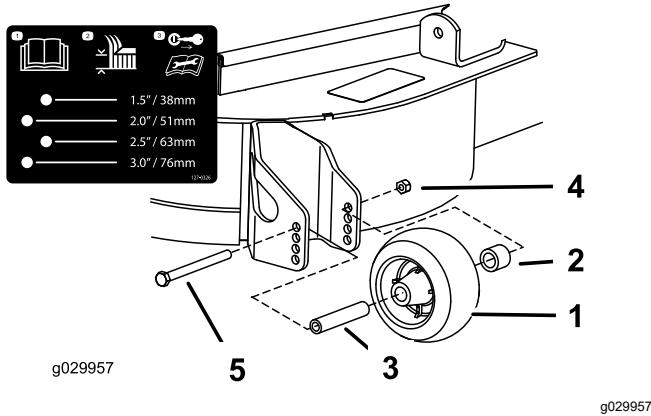

Figure 31
3. Réglez les galets anti-scalp comme montré à la Figure 29, la Figure 30 et la Figure 31.